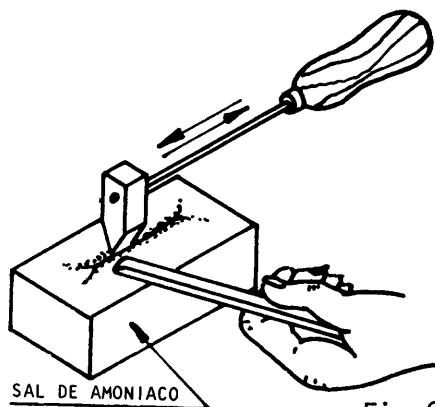

Fig.6
d) Estañe la punta. El estaño fluirá cuando la punta tenga el grado de calor requerido (fig.6).